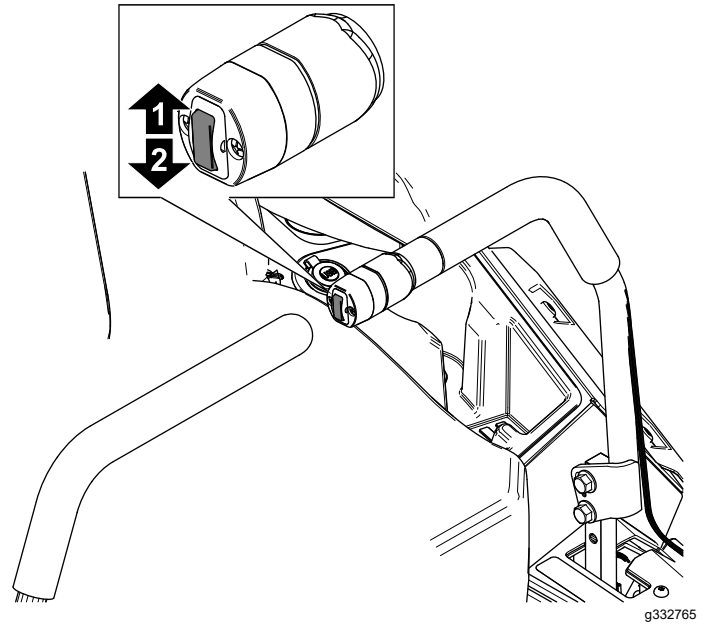

Figure 30
1. Appuyez sur le haut de l'interrupteur de levage du plateau (Figure 30).